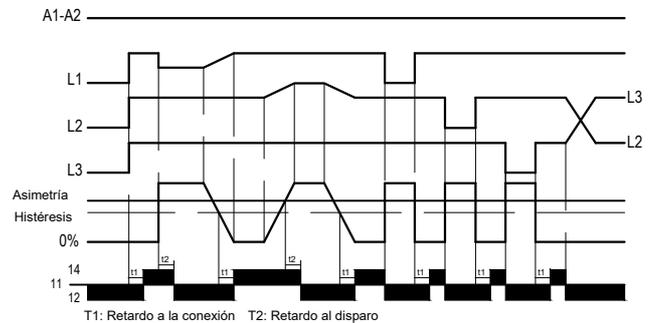

Fig. 2
**Asimetría:** Si las tensiones de alimentación no son idénticas entre sí, se tendrá la condición de desequilibrio:  $(U_{\max}-U_{\min})/U_n \times 100$  (Fig. 2), lo cual obliga a la reclasificación de la potencia útil de los motores asíncronos (Fig. 3), debido al incremento de las pérdidas y por ende de la temperatura. Cuando el valor de asimetría excede el valor configurado, el LED de indicación de falla respectivo se enciende y luego de transcurrido el tiempo de retardo configurado (T2) se produce el disparo, si durante este periodo se restablecen las condiciones de simetría de tensiones, el disparo no se efectúa.